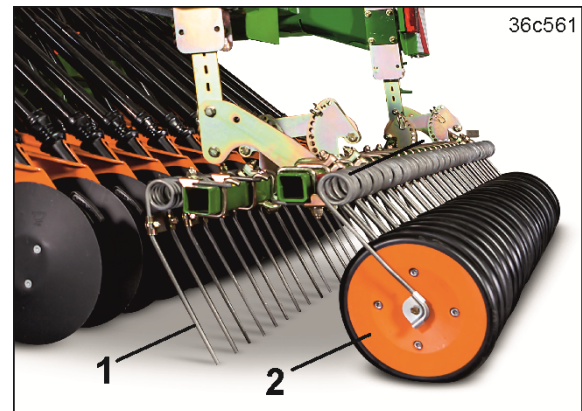

Fig. 88
- dentes da grade (Fig. 88/1)
- rolos de pressão (Fig. 88/2).